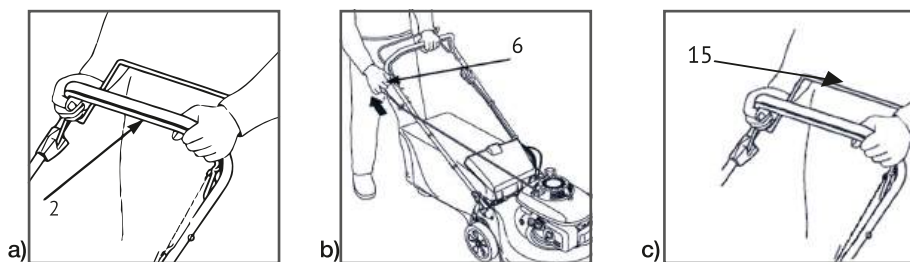

рис. 7
6. Нажмите и удерживайте рычаг остановки двигателя (2). Рис. 7а.
7. Подтяните ручку стартера (6) до момента, когда почувствуете сопротивление и резко потяните ее для запуска двигателя. Не бросайте ручку стартера (6) после запуска, а плавно отпустите ее. Если двигатель не запускается, повторите процедуру 2-3 раза. Рис. 7б.
11. Нажмите и удерживайте рычаг привода колес (15) (для моделей BGL-445S/BGL-645S/BGL-745S/BGL-755S), газонокосилка начнет движение. Рис. 7с.